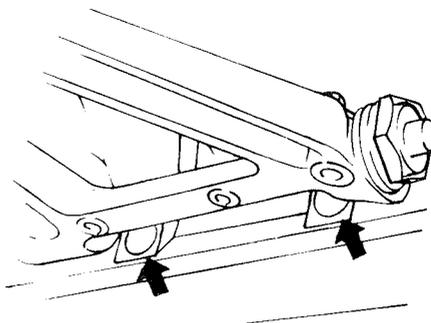

Bild 163
Zur Verstellung die Muttern der Schrauben der Lagerwelle (25) lockern und die geschlitzten Scheiben herausnehmen. An beiden Lagerstellen die gleiche Scheibenstärke verändern. Jede Scheibe verändert den Sturz um ca. 15'. Durch Hinzufügen von Scheiben kommt das Rad an der Oberseite weiter nach aussen, d.h. der Sturz wird grösser, oder umgekehrt. Die Schrauben danach wieder anziehen. Bild 163 zeigt eine Ansicht des unteren Querlenkers von der Unterseite mit der Lage der Scheiben an beiden Seiten.